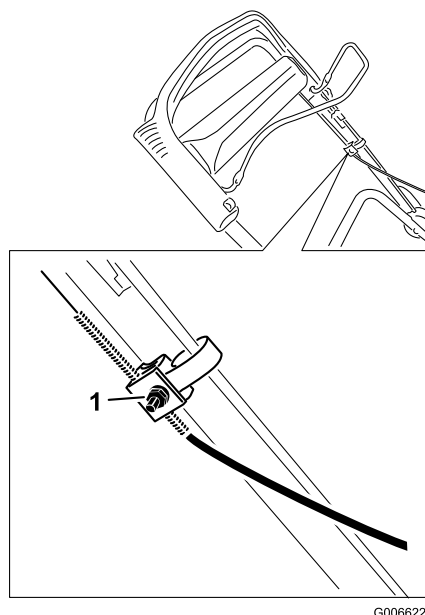

Bild 26
1. Lockern Sie die Mutter an der Kabelhalterung (Bild 26).